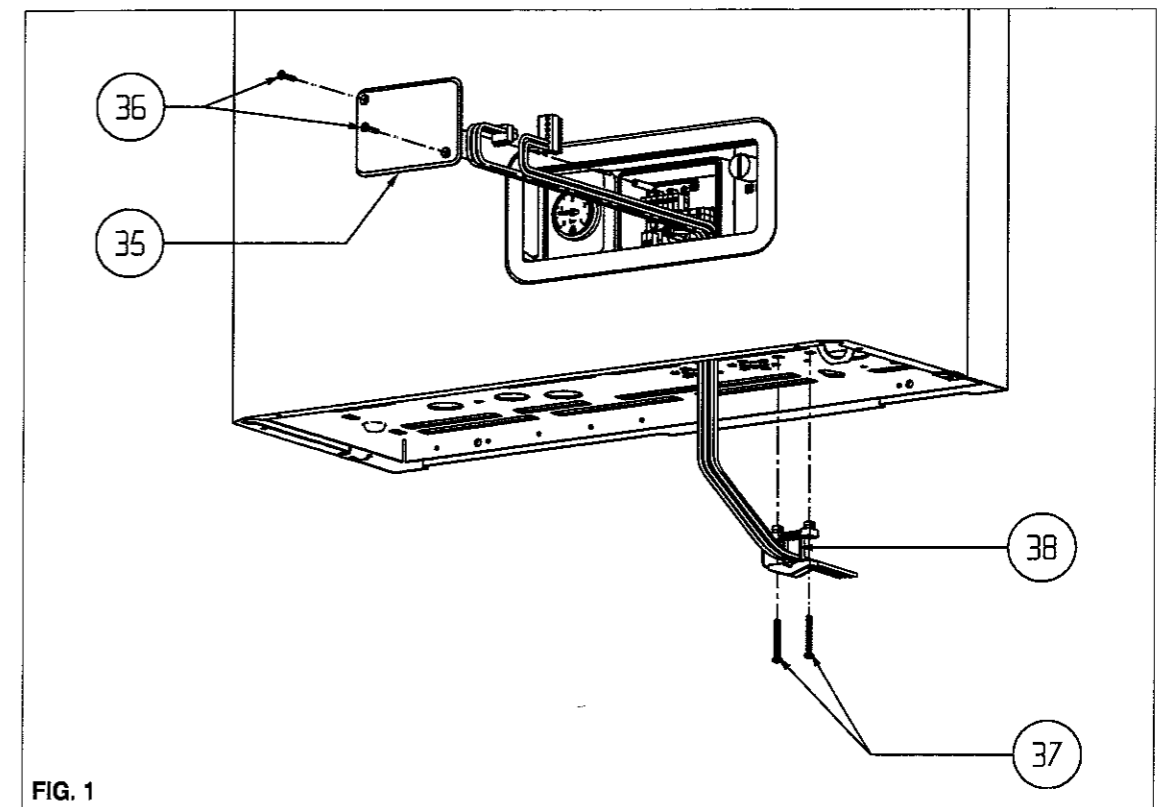

FIG. 1
- allentare le viti (36) di fissaggio del coperchietto della morsettieria;
- inserire i cavi per l'alimentazione della caldaia collegandoli come indicato in fig. 1 utilizzando un cavo del tipo IMQ HAR H05VV-F, 3 x 0,75 mm2,  $\varnothing$  max. esterno 7 mm;
- allentare le viti (37) del passacavo (38) ed inserire i cavi di alimentazione e di collegamento del pannello, quindi richiuderlo;